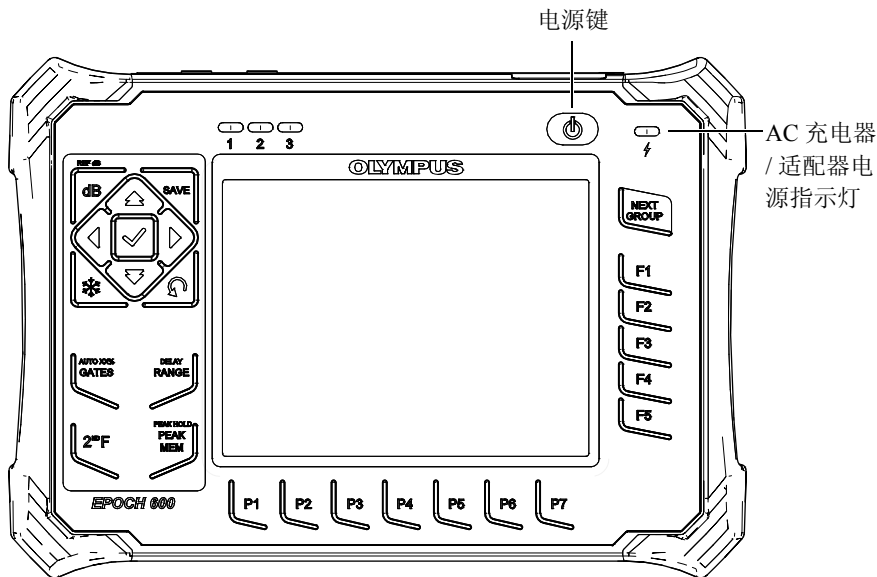

图 4-1 EPOCH 600 仪器的电源键及其指示灯的位置
第 74 页的图 4-1 表明了电源键和 AC 充电器 / 适配器的电源指示灯的位置。
4. 按前面板上的电源键，打开 EPOCH 600 仪器 (参见第 74 页的图 4-1)。前面板上的电源指示灯激活 (参见第 74 页的图 4-1)。